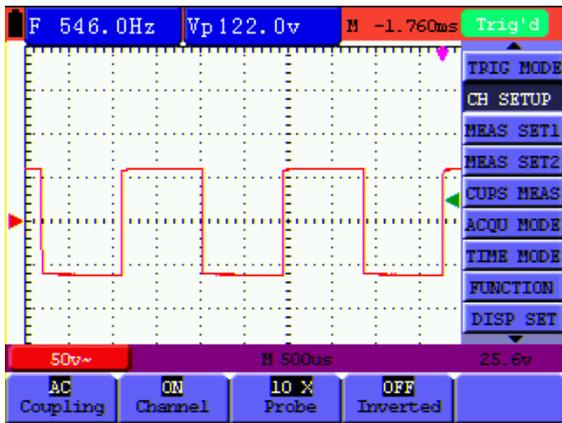

Рисунок 15. Связь по переменному току
3. Нажмите кнопку **F1**, чтобы выбрать опцию «AC». В левом нижнем углу экрана появляется значок связи по переменному току (см. рисунок 15)